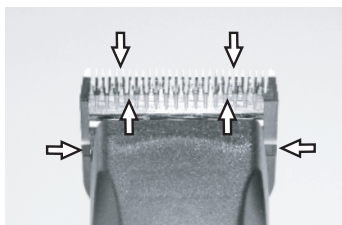

Abb. 24
Für ein gutes Haarschneide-Ergebnis und zur Erhöhung der Lebensdauer der Haarschneide-Maschine und des Scherkopfes ist eine dünne Ölschicht zwischen dem Ober- und Untermesser unumgänglich (Abb. 24).
- ▶ Schermesser während des Haarschneidens ausreichend ölen (mindestens alle 15 Minuten), damit sie nicht trocken laufen (Abb. 24).